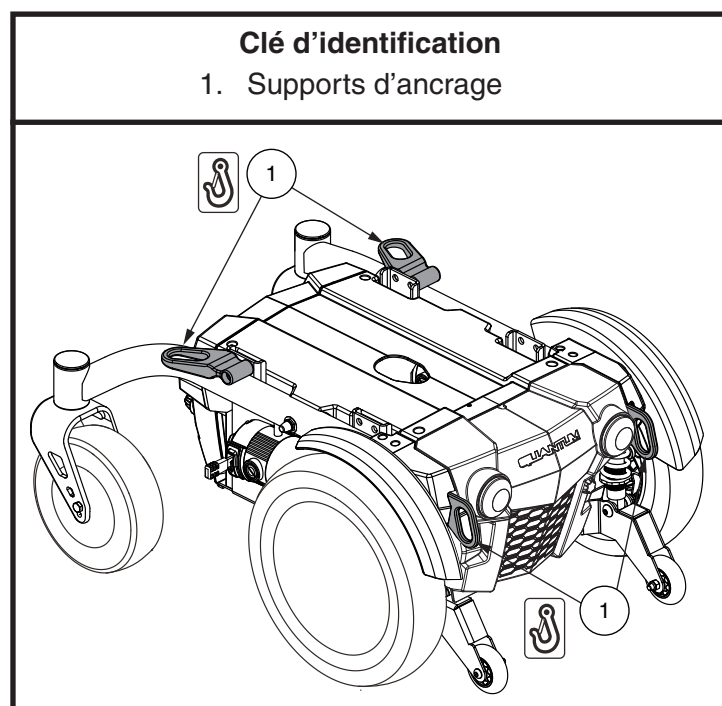

Figure 9. Support d'ancrage système transport
Si votre fauteuil motorisé est équipé d'un système d'ancrage pour le transport, celui-ci possède des supports avant et arrière pour l'ancrage et peut être équipé des supports pour la fixation de la ceinture de positionnement. **Voir la figure 9.** Référez-vous aux informations supplémentaires contenues dans le manuel du fauteuil motorisé pour les instructions sur l'utilisation du système d'ancrage.
- Fixez les quatre (4) courroies aux points d'ancrage désignés et identifiés par le symbole d'ancrage sur le fauteuil motorisé. **Voir les figures 9 et 10.** Serrez-bien les courroies pour retirer le jeu excessif.